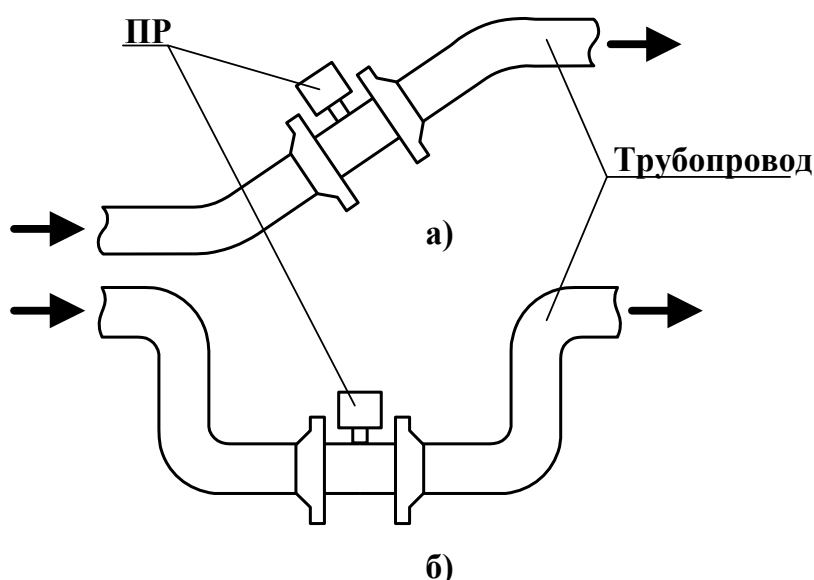

Рис. 1. Рекомендуемые места установки ПТ.
- в месте установки в трубопроводе не должен скапливаться воздух – ПР не должен располагаться в самой высокой точке трубопровода, а также в трубопроводе с открытым концом; наиболее подходящие места для монтажа (при их наличии) – нижний либо восходящий участок трубопровода (рис.1);